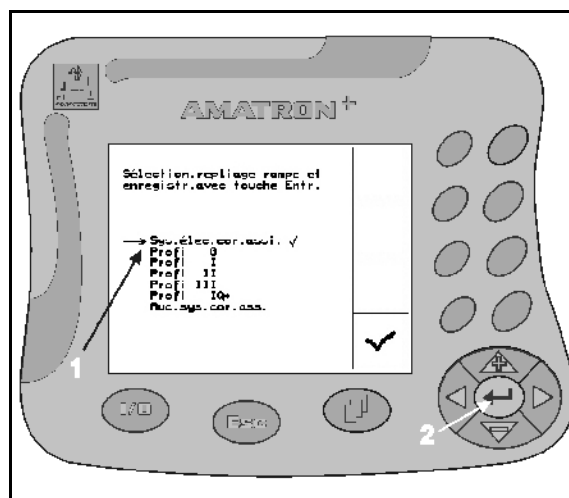

Fig. 16
1. Positionnez la flèche de sélection (Fig. 16/1) en utilisant les touches  ou .
2. Appuyez sur la touche  (Fig. 16/2), pour enregistrer l'option sélectionnée sur le **AMATRON+**.